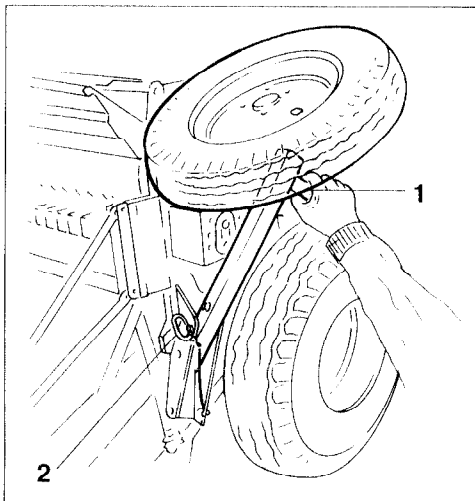

Fig. 20.11
- Transportrad "links" am Griff (Fig. 20.11/1) festhalten.
- Den mit einem Klappstecker gesicherten Bolzen (Fig. 20.11/2) entfernen und Transportrad nach unten schwenken.